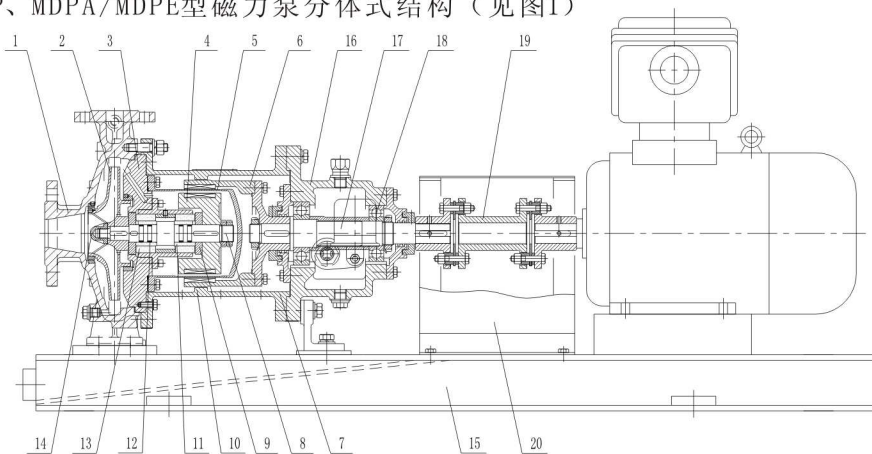

图 1
2.5.1 MDP、MDPA/MDPE型磁力泵分体式结构（见图1）